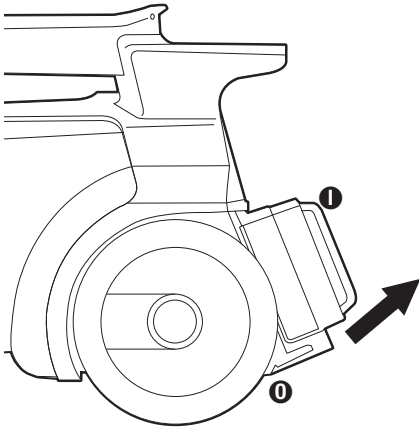

FIG. 13
Step 1: Grasp the bottom clips **O** on the filter **1** (Fig. 13).
Step 2: Pull out and down to release (Fig. 13).
Étape 1 : Saisissez les attaches inférieures ❶ du filtre ❶ (Fig. 13).
Étape 2 : Tirez vers l'extérieur et vers le bas pour libérer (Fig. 13).
Paso 1: Tome las presillas inferiores ❶ del filtro ❶ (Fig. 13).
Paso 2: Jale hacia fuera y abajo para liberarlo (Fig. 13).